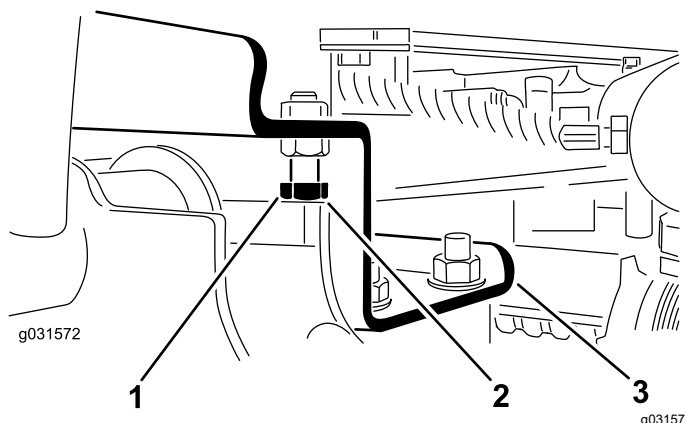

Figura 12
- A. Allentate i bulloni di arresto (Figura 12).
2. Verificate che il gioco tra ciascun braccio di sollevamento e il bullone di arresto sia compreso tra 0,13 e 1,02 mm, come illustrato nella Figura 12.